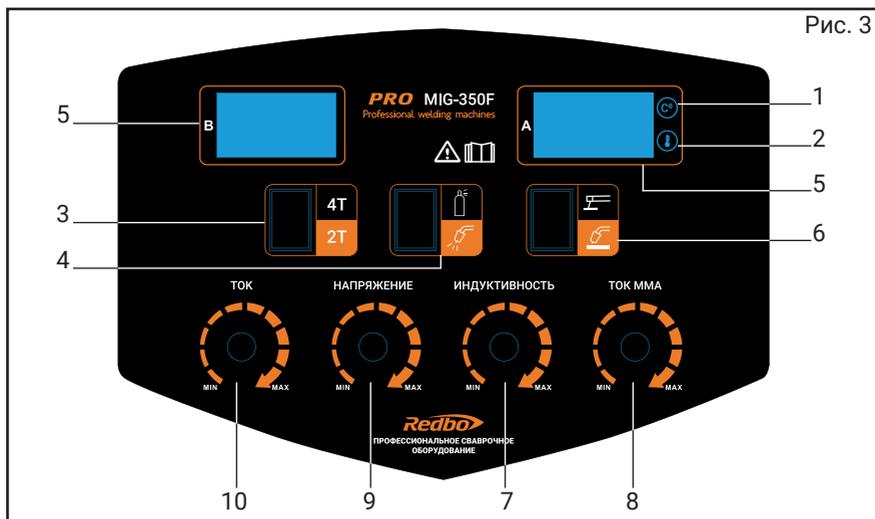

Рис. 3
1. панель управления(более подробно на стр. 9, рис. 3); 2. разъем «->» для подключения силового кабеля с зажимом; 3. разъем «+» для подключения силового кабеля с электрододержателем; 4. кабель питания; 5. кнопка включения; 6. вентилятор охлаждения; 7. клемма заземления; 8. розетка на 36В; 9. вентиляционные отверстия; 10. разъём для подключения подающего блока; 11. защитный предохранитель.
7.1.3 Установите необходимое значение сварочного тока. Ток сварки необходимо выбирать в зависимости от свариваемого материала и диаметра электрода. Регулировка производится при помощи рукоятки (рис. 3, поз. 8). Показания величины сварочного тока отображаются на информативном дисплее.